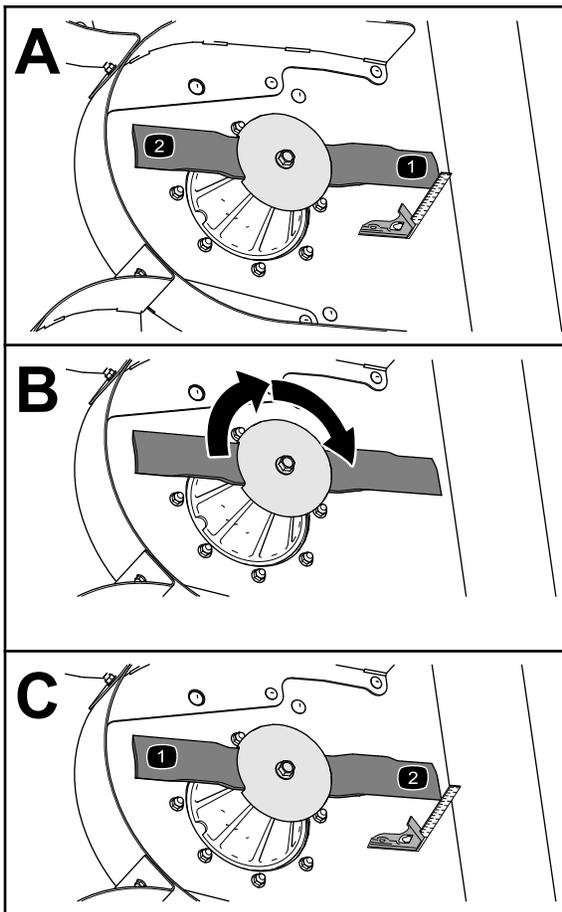

図 66
3. 直角定規を使用して、きれいにした部分から刃先までの距離を測る 図 66。
4. ブレードを 180° 回転させる 図 66。
5. きれいにした部分から刃先までの距離を測る 図 66。